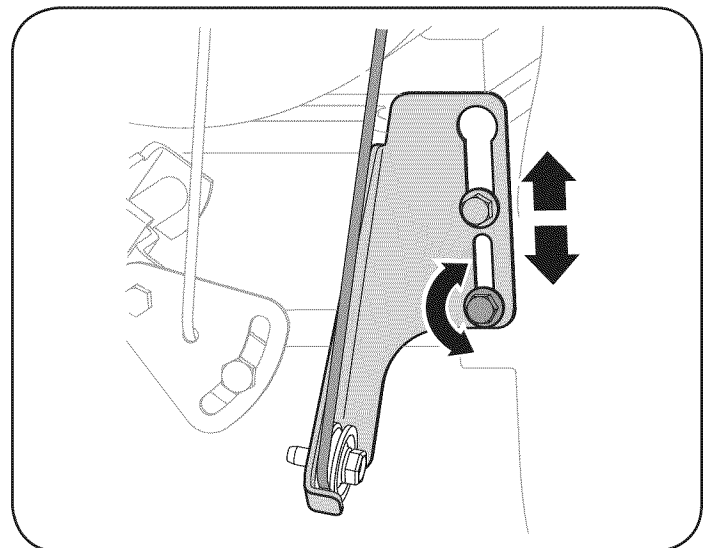

Figura 21
- b. Afloje la tuerca hexagonal inferior del soporte del cable de la transmisión. Vea la figura 21.